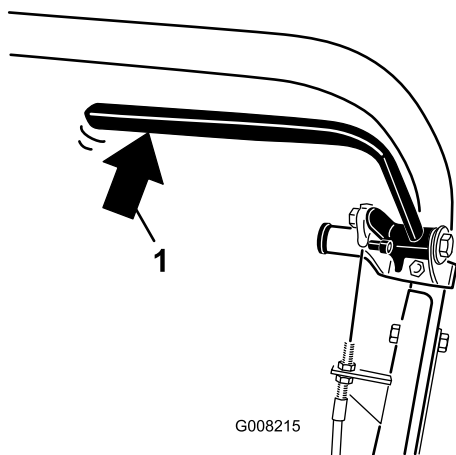

図 32
2. バネばかりを使って、常用ブレーキレバーを後ろから押す 図 32。約13.5-18 kg の力でブレーキが解除されれば適正である。約13.5-18 kg の力よりも小さい力でブレーキが解除される場合にはブレーキケーブルの調整が必要である。そのままステップ 3 へ進む。